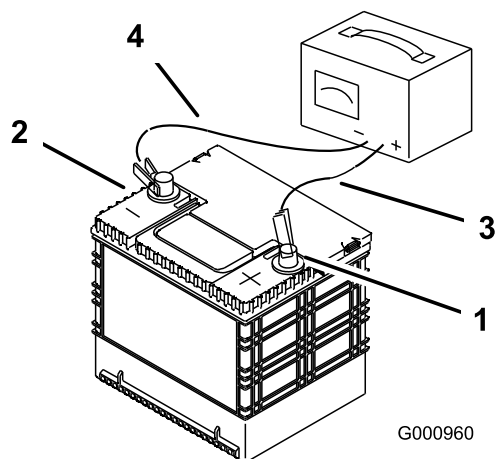

Рисунок 53
3. После полной зарядки аккумулятора отсоедините зарядное устройство от электророзетки, а затем отсоедините провода зарядного устройства от штырей аккумулятора (Рисунок 53).